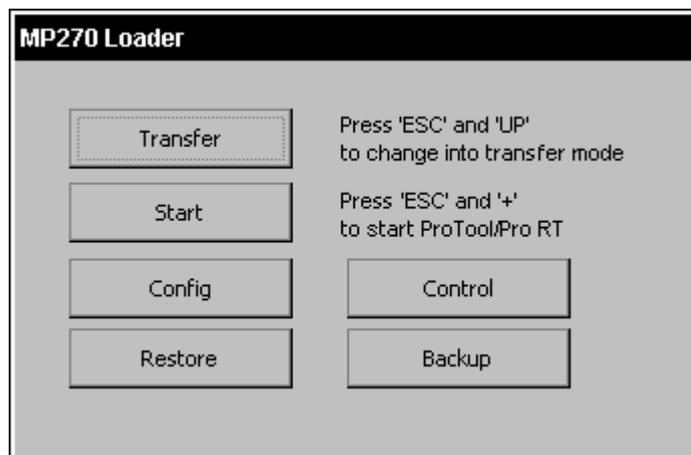
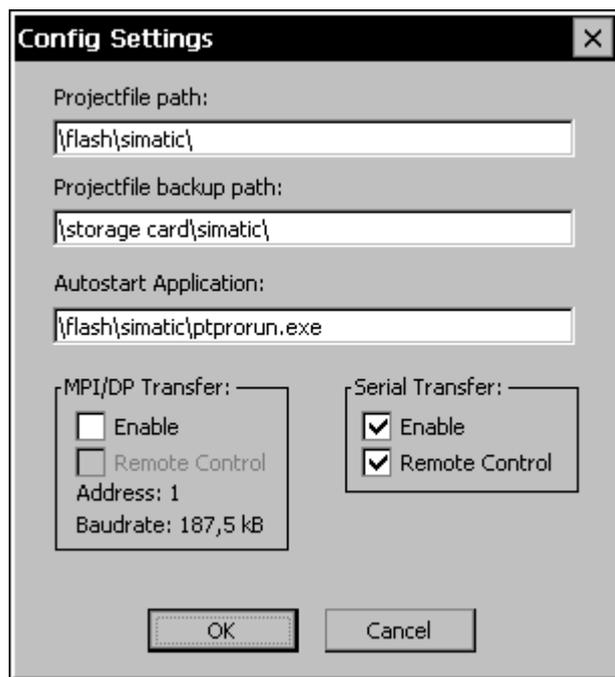

Figura 3-1 Menu d'avviamento dell'MP270
Figura 3-2 Menu di configurazione dell'MP270
Per terminare il software Runtime azionare l'elemento di comando correlato alla funzione *Termina_runtime* nella propria progettazione. Attendere fino a quando l'MP270 visualizza il menu Avvio (figura 3-1, pagina 3-7) e solo allora disattivare l'alimentazione.
2	A seconda dell'impostazione nel menu di configurazione (figura 3-2, pagina 3-8), collegare l'interfaccia IF2 (seriale) o IF1B (MPI/PROFIBUS-DP) dell'MP270 al calcolatore di progettazione tramite un cavo standard adatto.
3	Se necessario, controllare l'impostazione dell'interfaccia nel menu di configurazione (figura 3-2, pagina 3-8) ed eventualmente adattarla.
4	Durante la fase di boot dell'MP270 viene visualizzato per poco tempo il menu rappresentato nella figura 3-1 (pagina 3-7). Azionare il pulsante Transfer , per portare il pannello operatore nel funzionamento di trasferimento già durante l'avviamento. Il pannello operatore visualizza la segnalazione Connecting to host fino al momento che riceve dati dal calcolatore di progettazione o che viene azionato il pulsante Cancel . Se la segnalazione Connecting to host non viene visualizzata, può essere che le opzioni per il funzionamento transfer non sono impostate correttamente (vedi pagina 3-8).
L'MP270 può essere portato automaticamente dall'esercizio corrente al funzionamento di trasferimento ogni volta che viene avviato un trasferimento al calcolatore di progettazione collegato. Questa possibilità è specialmente consigliata per la fase di prova di una nuova progettazione, perché il trasferimento avviene senza alcuno intervento sull'MP270. Presupposto per questo sono le seguenti impostazioni nel menu di configurazione (figura 3-2, pagina 3-8):
Dopo la fase di messa in servizio disattivare la possibilità del trasferimento automatico, per non commutare in un impianto in funzione inavvertitamente l'MP270 in funzionamento transfer. Per fare questo disattivare nel menu di configurazione dell'MP270 le opzioni *MPI/DP Transfer Remote Control* e *Serial Transfer Remote Control* (figura 3-2, pagina 3-8).
- nel menu di configurazione (figura 3-2, pagina 3-8) va impostata la scheda di memoria sotto *Projectfile path*
L'impostazione delle opzioni per il funzionamento di trasferimento è solo possibile durante la fase di boot dell'MP270. Durante la fase di boot viene visualizzato per poco tempo il menu d'avviamento rappresentato nella figura 3-1. Azionare il pulsante *Config*, per richiamare il menu di configurazione rappresentato nella figura 3-2.
Con il pulsante *OK* vengono confermate le impostazioni attuali per le opzioni di trasferimento. Il menu di configurazione viene chiuso e il menu d'avviamento rappresentato nella figura 3-1 viene visualizzato.
Con il pulsante *Cancel* si chiude il menu di configurazione e si cambia nel menu d'avviamento rappresentato nella figura 3-1. Alcune modifiche delle impostazioni già effettuate vengono rigettate.